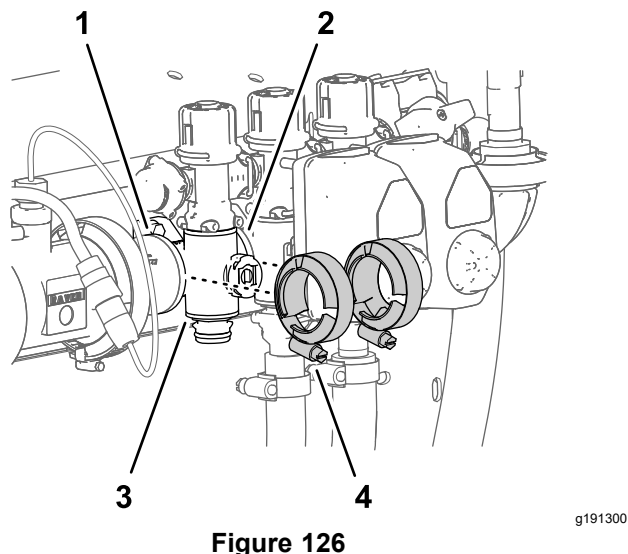

Figure 126
3. Retirez les 2 colliers bride qui fixent la valve de collecteur de section aux brides des composants adjacents (Figure 126).